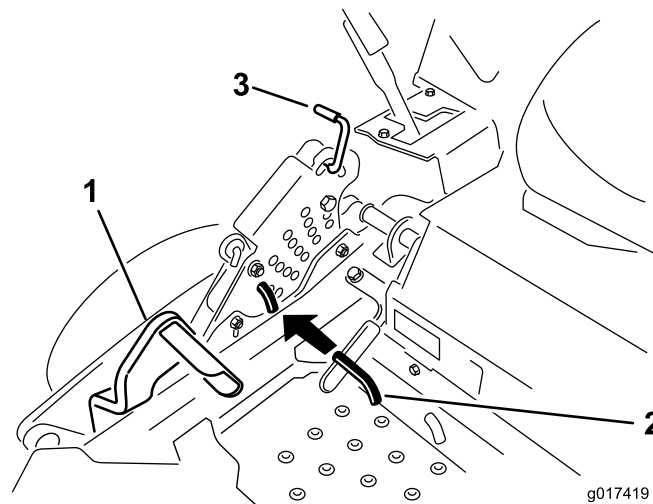

Figura 74
5. Premete completamente in avanti il pedale di sollevamento del piatto di taglio e quest'ultimo si bloccherà in posizione di trasporto a 14 cm (Figura 74).